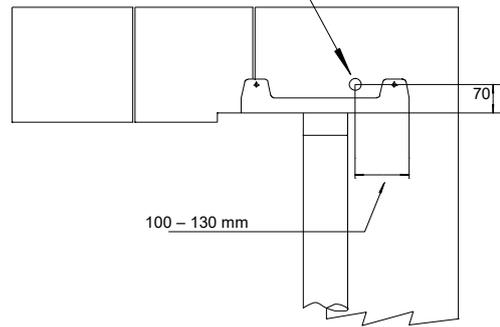
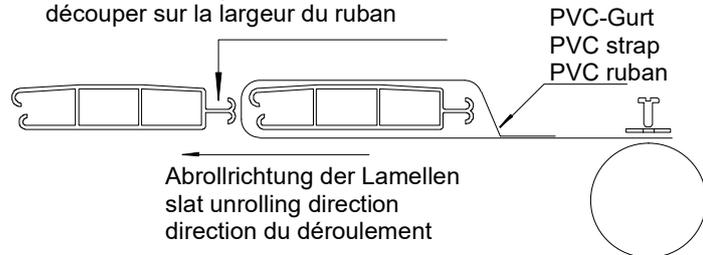

Abb. 4
Abb. 3
4. PVC-Gurtbänder an der Aufrollwalze mit Schrauben befestigen (Abb. 3 – 4). Die erste Lamelle lösen und auf diese das PVC-Gurtband einschieben (siehe Abb. 4). Bevor Sie diese Lamelle mit den anderen verbinden, prüfen Sie, ob alle PVC-Gurtbänder parallel befestigt sind.
Bei der Befestigung von Lamellen an der Aufrollkurbel M6 Schrauben und Unterlegscheiben verwenden. PVC-Gurtband an der Aufrollkurbel damit befestigen (siehe Abb. 3). Die erste Lamelle lösen und auf diese das PVC-Gurtband einschieben (siehe Abb. 4). Bevor Sie diese Lamelle mit den anderen verbinden, prüfen Sie, ob alle PVC-Gurtbänder parallel befestigt sind.